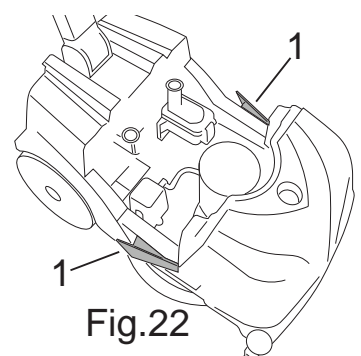

Fig.22
- Tryk på de to sidehåndtag til blokering af beholderne (Fig.22-Ref.1). Træk opsamlingsbeholderen ud af rammen, og sæt den på gulvet.